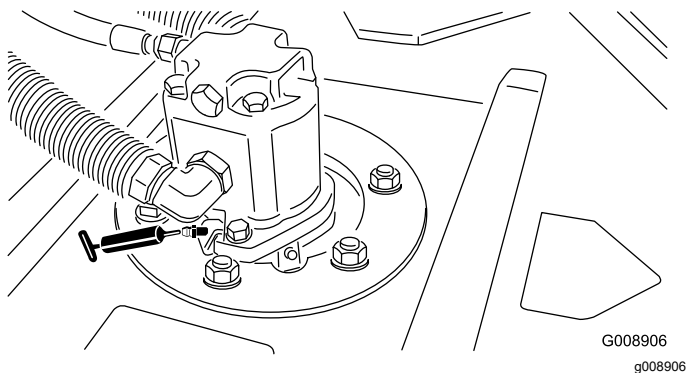

Figura 49
- Cuscinetti dell'asse del perno dell'apparato di taglio (2 per apparato di taglio) (Figura 49)